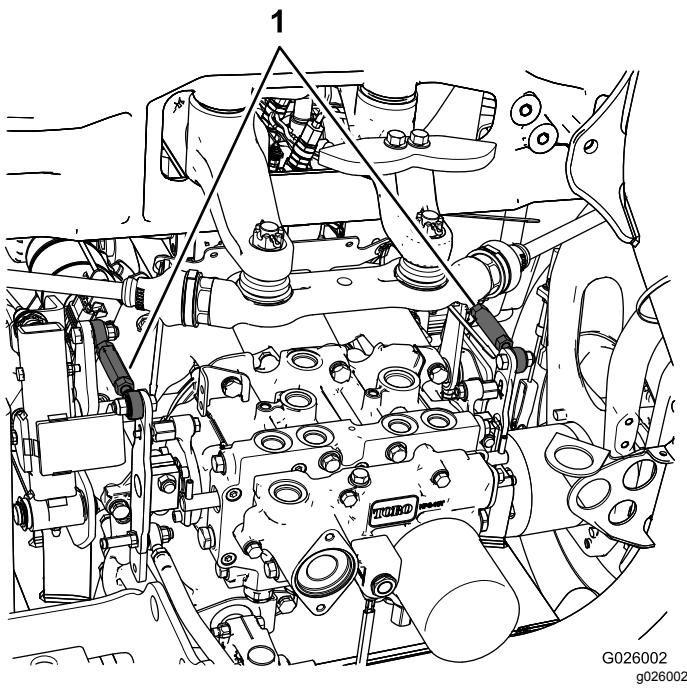

Bild 46
- Wenn sich der linke Hinterreifen dreht, lockern Sie die Klemmmuttern auf der linken Seite der Getriebebeschaltstange (Bild 46).